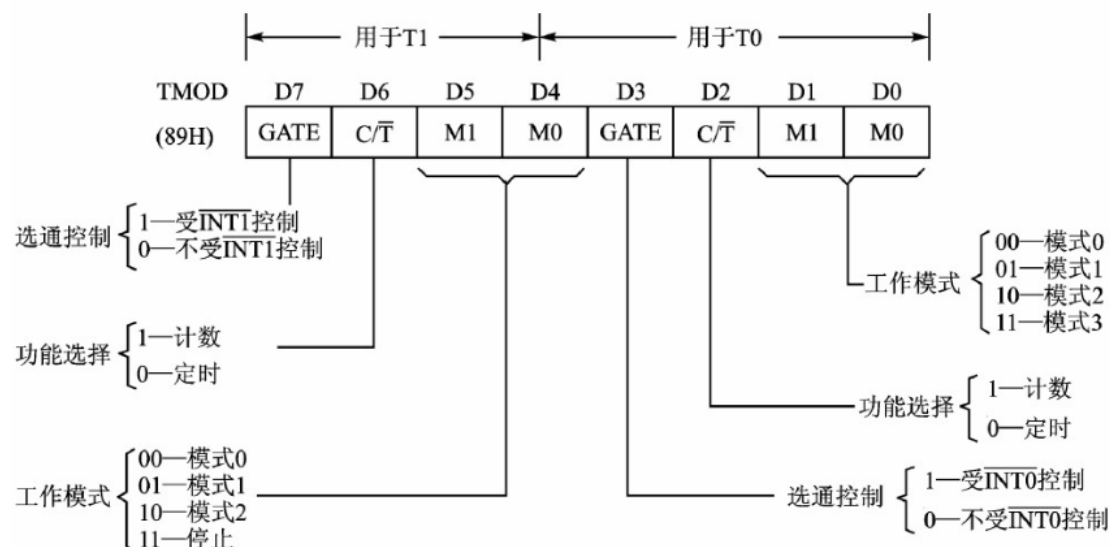

图 3-43 TMOD 寄存器功能
2. 代码 `TMOD |= 0x01` 程序中的 `TMOD` 为定时器的特殊功能寄存器，低半字节用于控制 `T0` 和高半字节用于控制 `T1` 的工作模式，51 单片机复位时，`TMOD` 所有位被清 0，请看下面的寄存器功能图图 3-43：